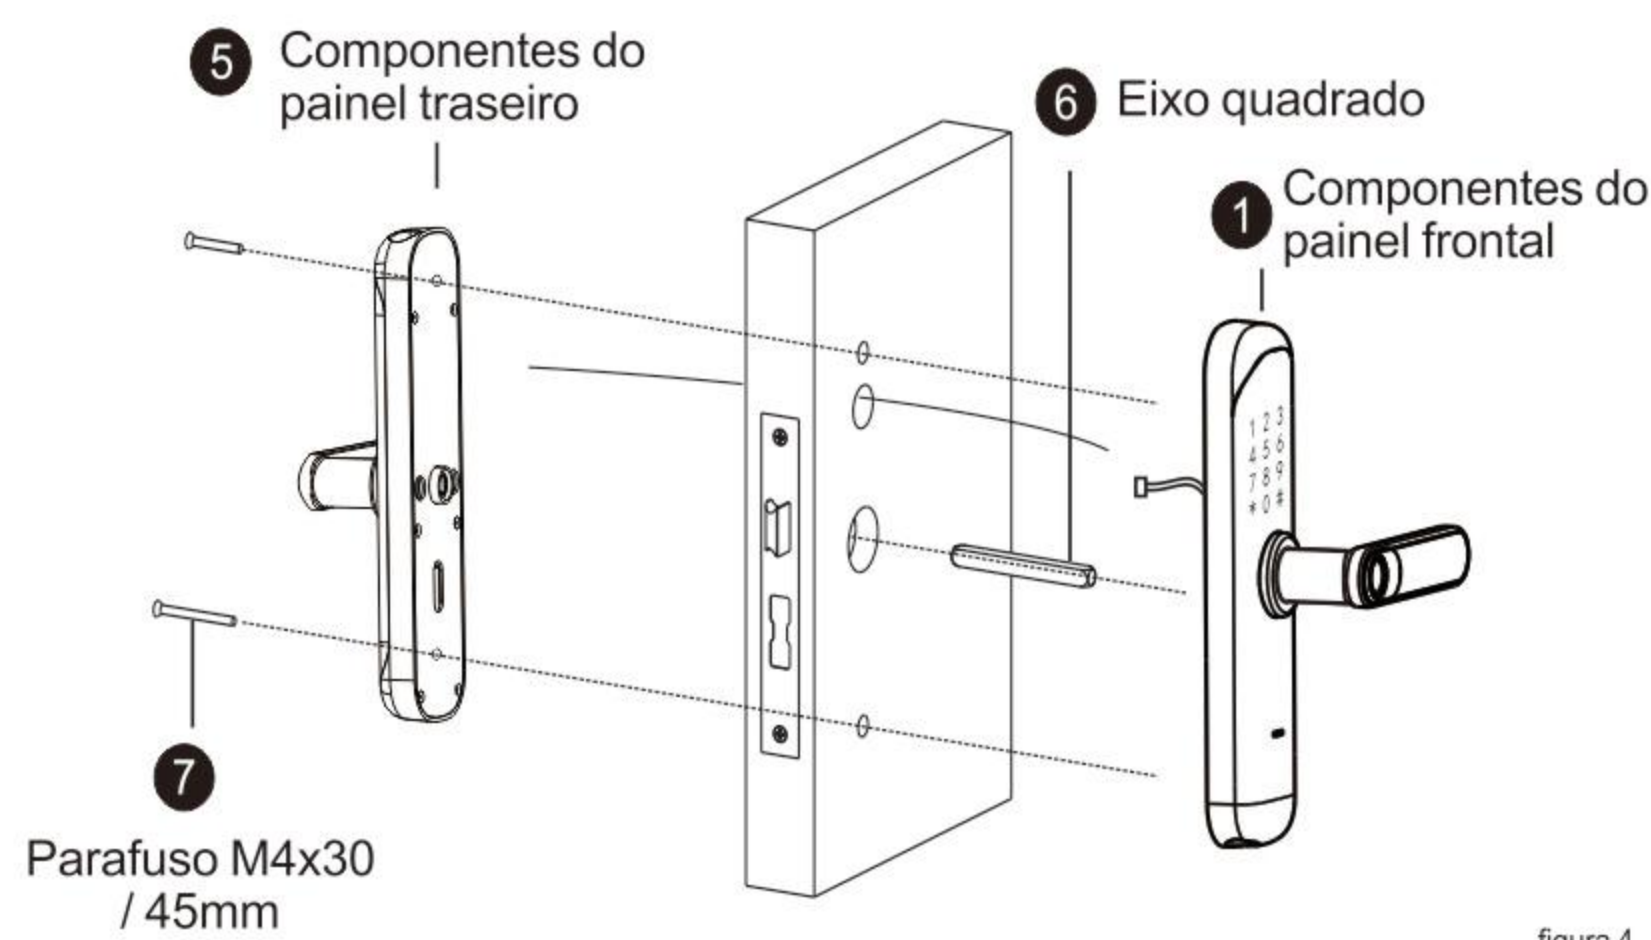
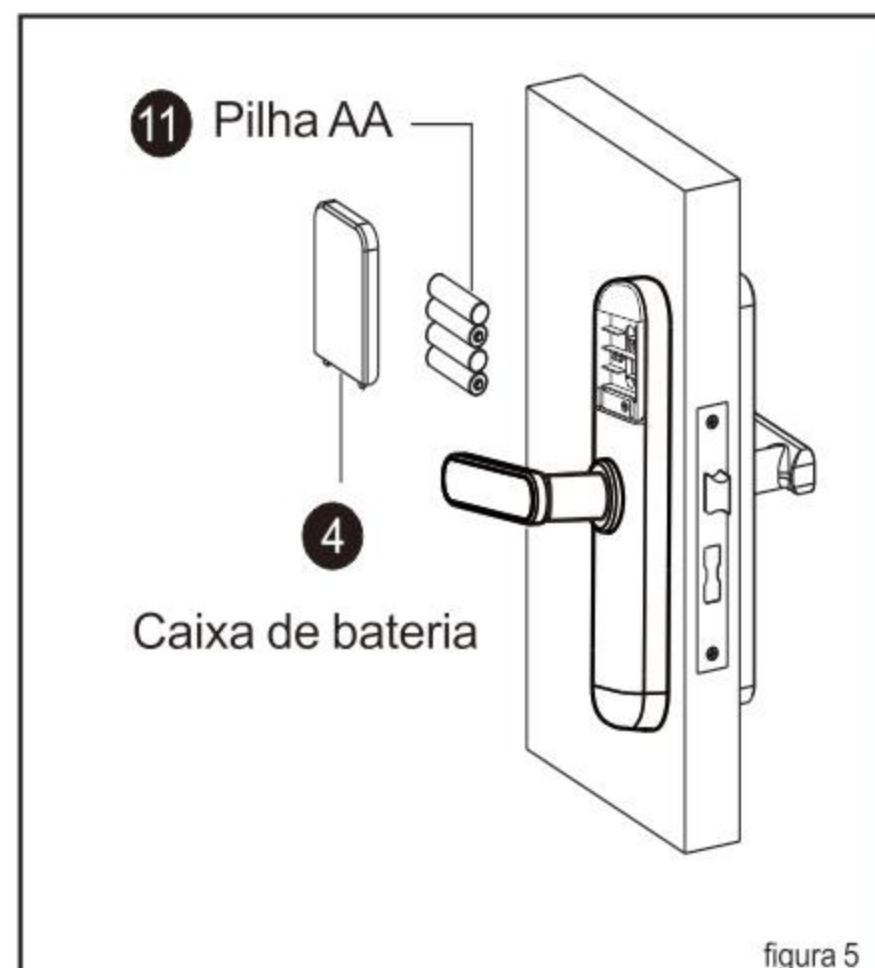

figura 4
figura 5
(4) Conforme mostrado na Figura 4
- ① Insira o eixo quadrado no corpo da trava
- ② O cabo do conjunto do painel frontal passa pelo painel da porta e está conectado com o cabo do conjunto do painel traseiro
- ③ Fixe os painéis frontal e traseiro no painel da porta com dois parafusos
(5) Conforme mostrado na Figura 5
- ① Instale a bateria (observe os pólos positivo e negativo) e feche a tampa da bateria